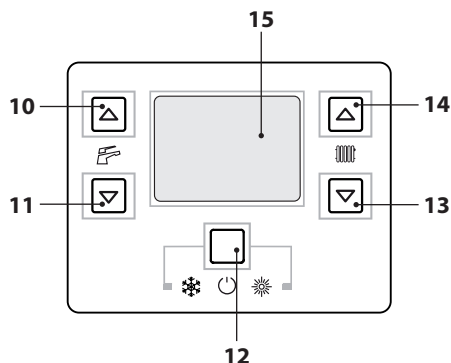

Figura 2.5
- Tenere premuto per 2 secondi il tasto 12 fino a far apparire sul display il simbolo  (Figura 2.5).
La temperatura dell'acqua calda di mandata riscaldamento è regolabile agendo sui tasti 13 (diminuzione) e 14 (aumento) (Figura 2.5) da un minimo di circa 38°C ad un massimo di circa 85°C.
Comunque se la temperatura ambiente non dovesse essere confortevole si può aumentare o diminuire la temperatura di mandata dell'impianto riscaldamento di $\pm 15^{\circ}\text{C}$ agendo sui tasti 13 (diminuzione) e 14 (aumento) (Figura 2.5).
La temperatura dell'acqua calda sanitaria è regolabile agendo sui tasti 10 (aumento) e 11 (diminuzione) (Figura 2.5) da un minimo di circa 35°C ad un massimo di circa 60°C . Alla prima pressione di uno dei due tasti si ha la visualizzazione del valore di "set", alla seconda pressione si accede alla modifica.